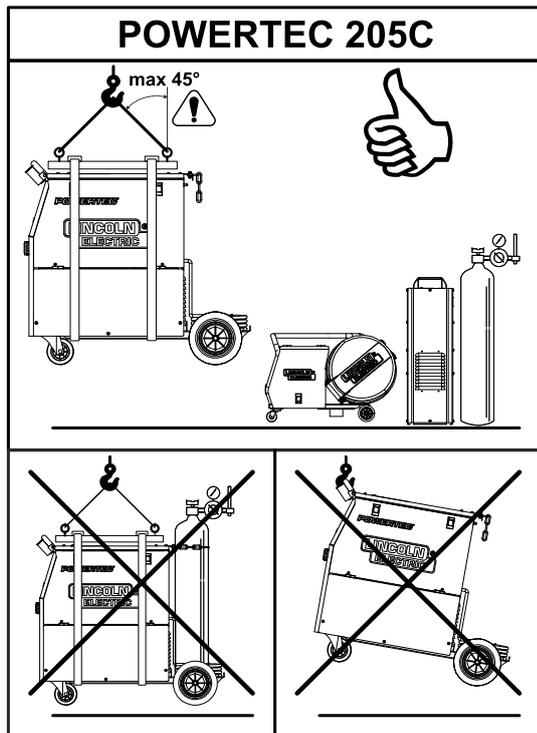

Figura 20.
Trasporto e sollevamento in sicurezza della saldatrice POWERTEC 205C (vedere Figura 20):
- Utilizzare un'apparecchiatura di portata adeguata per sollevare e sostenere la saldatrice. Usare una traversa e almeno due cinghie come indicato in Figura 20.
- Applicare il carico assialmente, con un angolo di 45 gradi, come indicato in Figura 20.